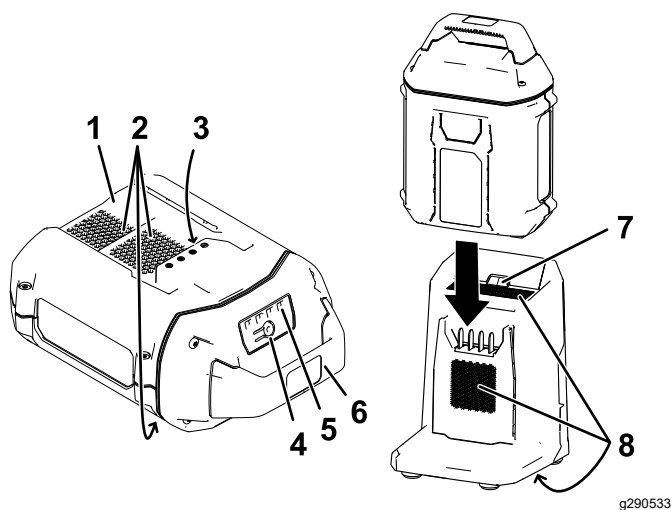

Figura 13
2. Aliniați canalul acumulatorului (Figura 13) cu proeminența încărcătorului.
3. Glisați acumulatorul în încărcător până când este fixat corespunzător (Figura 13).